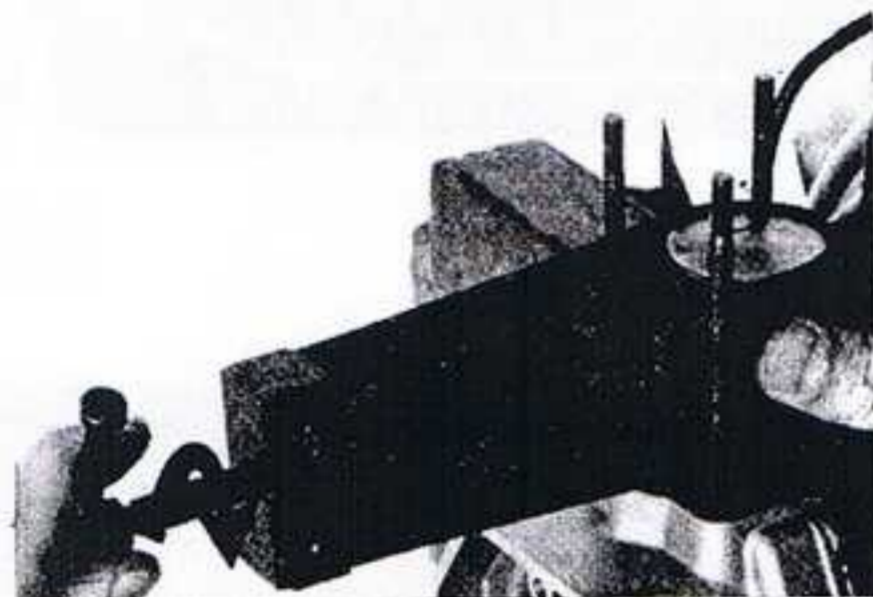

fig.5
- Dégager le piston en sortant l'outil 1396 (Fig.5)